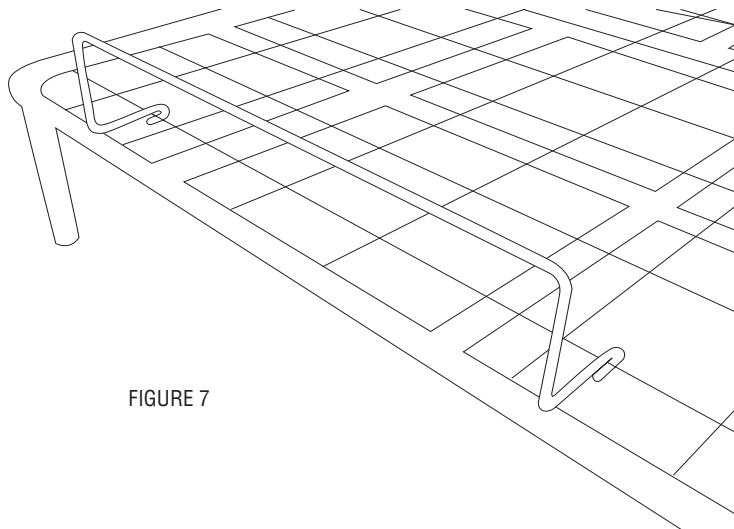

FIGURE 7
**BASE À GRILLE MÉTALLIQUE** - Accrocher les extrémités de la retenue de matelas sur la grille métallique la plus proche du pied de la base. Assurez-vous que la retenue du matelas est centrée (FIGURE 7).